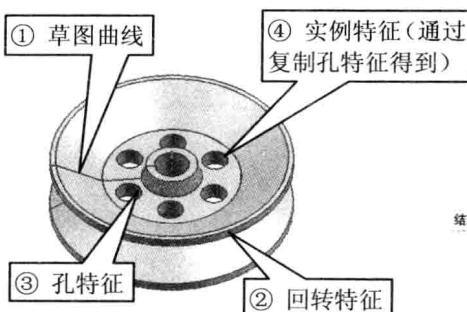

图 1-1 利用特征叠加的方式创建模型
- **基于特征的建模方法：**UG 将一些具有代表性的几何形状定义为“特征”，比如拉伸、回转、孔、实例、抽壳等，用户可根据模型的形成过程将这些特征按照其形成顺序进行叠加，以此创建模型。例如，图 1-1 所示模型按照“草图曲线 → 回转特征 → 孔特征 → 实例特征”的顺序叠加而成。